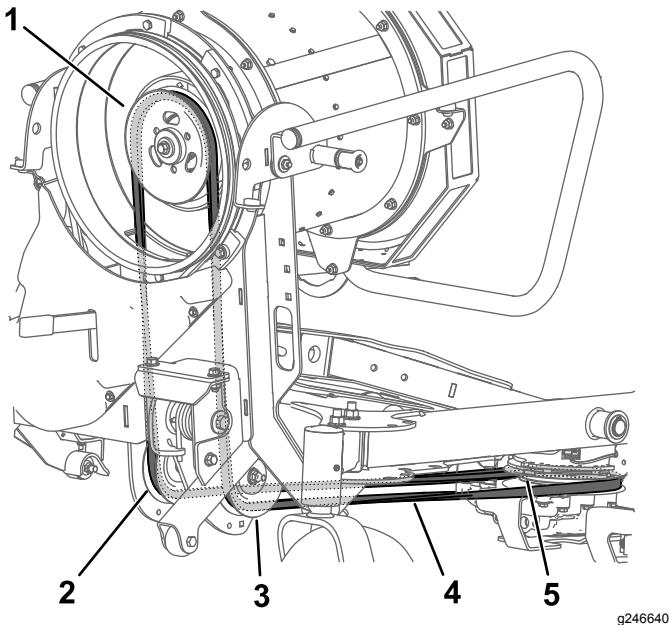

Figura 37
6. Retire la correa de la polea del ventilador (Figura 37).
7. Enrute la correa hacia abajo a través del conjunto del adaptador de la transmisión, alrededor de las poleas tensoras, y alrededor de la polea del embrague (Figura 37). Asegúrese de que la correa está asentada correctamente en las ranuras de las poleas.